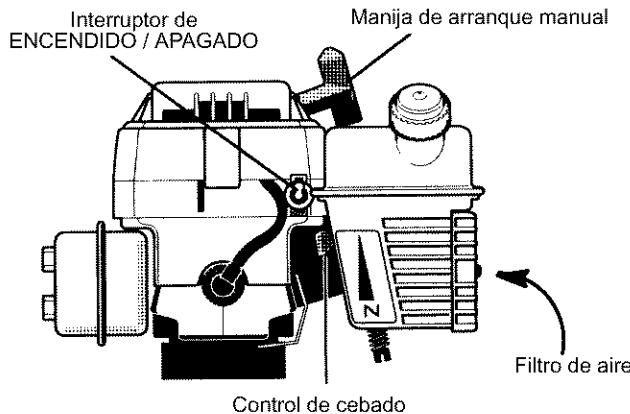

Figura 5
2. Mueva el interruptor de encendido-apagado (on-off) a la posición ON (vea la Figura 5).